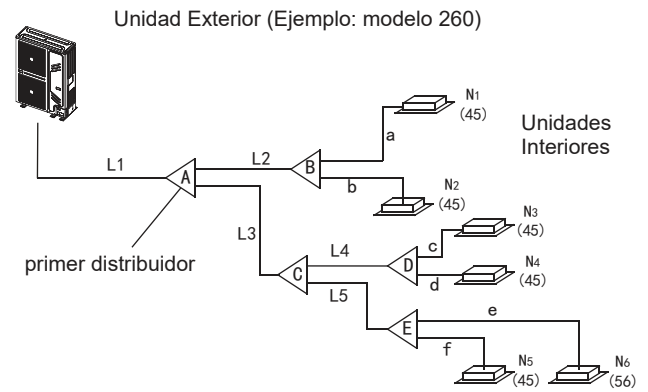

Fig. 4-5
- 2) Ejemplo: En la Fig.4-5, la capacidad total aguas abajo de la tubería L2 es de $45 \times 2 = 90$, por lo que según la Tabla 4.4, el diámetro de gas / líquido de L2 será: $\Phi 15.9$ (5/8") / $\Phi 9.5$ (3/8").